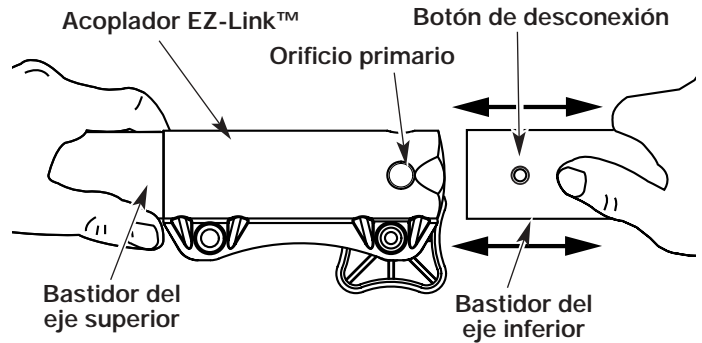

Fig. 15
2. Mientras sostiene el accesorio con firmeza, empújelo en línea recta en el acoplador EZ-Link™ (Fig. 15).